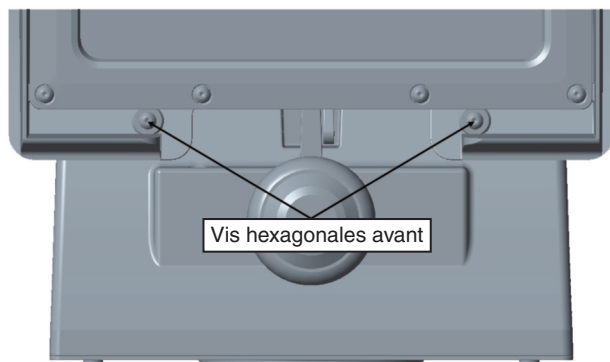

Fig. 1
1. L'appareil doit être réglé à un angle de coupure de 0°. **Si cet angle est celui désiré, passez à l'étape 5.** Si un autre angle est souhaité (15°, 30° ou 45°), retirez les deux vis hexagonales avant (**Figure 1**).